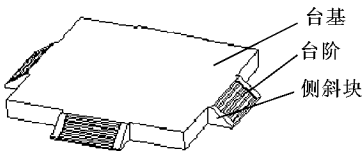

图 11.67 台基、台阶、台阶侧斜块图示
(2) 绘制台基、台阶、台阶侧斜块,如图 11.67 所示。
① 绘制台基所用命令及台基尺寸:“长方体”(box) 200×200×20。
④ 台阶与侧斜块组合成一体,并如图 11.67 布置四个:“并集”命令;“镜像”或环形“阵列”。
⑤ 台基与台阶组合成一个整体:“并集”命令。